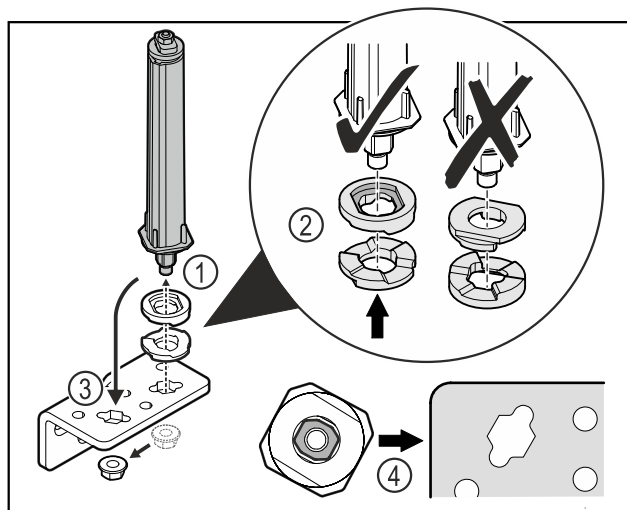

Fig. 16
- ▶ Oldja ki az anyát, és távolítsa el az ajtózáro rendszert Fig. 16 (1).
- ▶ Ügyeljen a magasságállító alátétek helyes beigazítására Fig. 16 (2).
- ▶ Helyezze át az ajtózáro rendszert a zsanérídobban, és rögzítse az anyával Fig. 16 (3).
- ▶ Behelyezéskor ügyeljen az ajtózáro rendszer helyes beigazítására Fig. 16 (4).